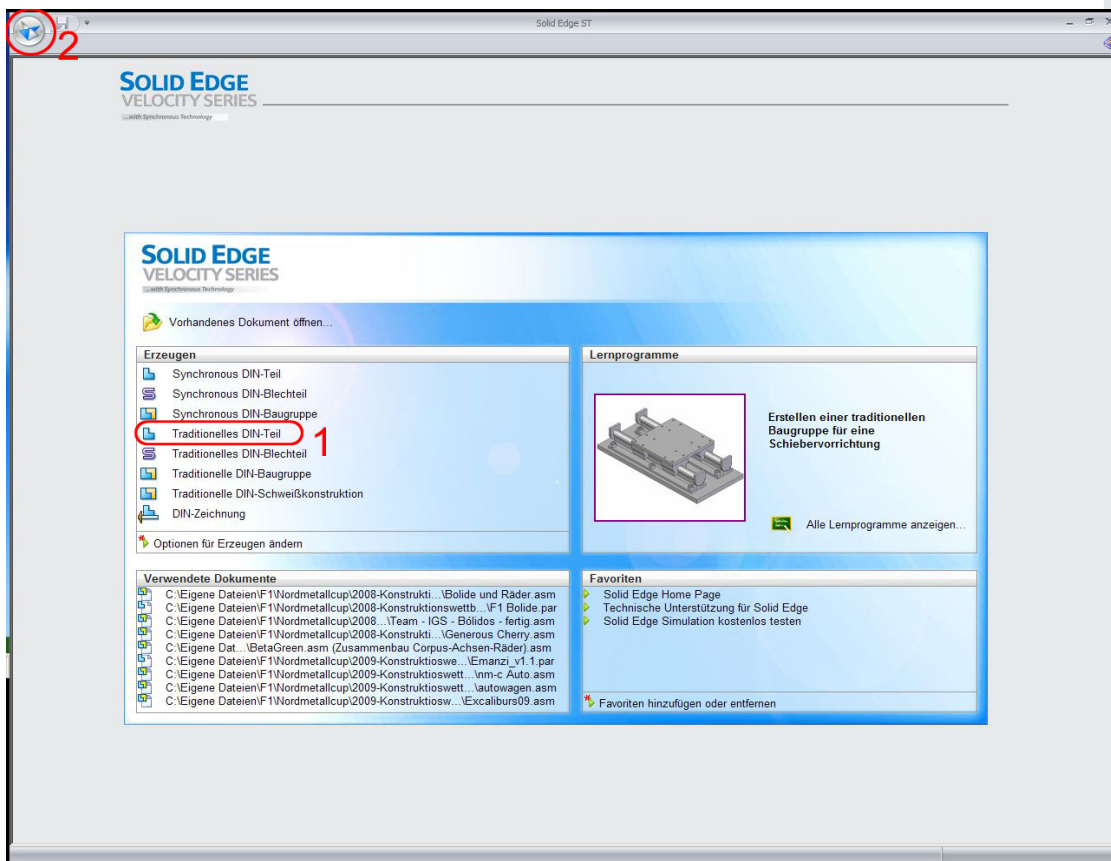

Abb. 1 Die Startseite von Solid Edge ST2
Nach einer Weile öffnet sich die Startseite (Abb. 1)
2. In der Startseite im Feld *-Erzeugen-* auf *-Traditionelles DIN-Teil-* klicken (Abb. 1, 1) oder auf die Anwendungsschaltfläche (Abb. 1, 2) klicken und anschließend *-Neu- > -Traditionelles DIN-Teil-* auswählen.